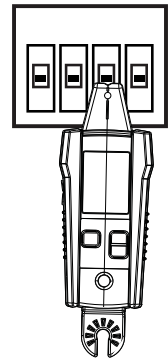

Figure 3.2b
2. Alignez la rainure du capteur de pointe avec la longueur du disjoncteur/fusible (voir figure 3.2b).